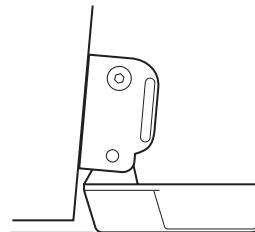

Рис.9: Регулировка рабочего положения
- Прежде всего отрегулируйте угол навески струбцины относительно излучателя так, чтобы его длинная сторона была параллельна продольной оси днища судна. В рабочем положении задняя часть излучателя должна быть ниже на 6 мм, чем его передняя часть (см. рис.9).